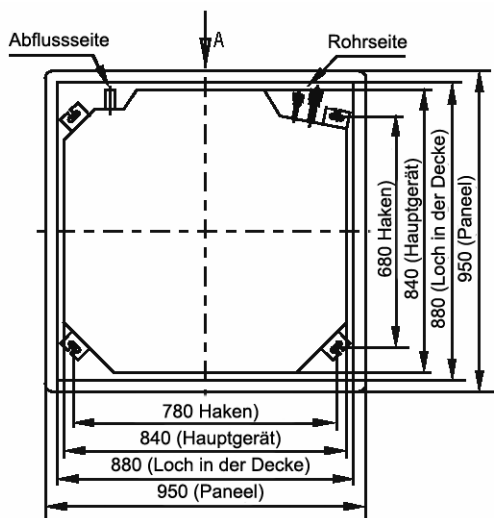

Abb. 3
- a. Öffnen Sie ein 880X880mm quadratisches Loch in Form des Installationskartons in der Decke. (S. Abbildung 3, 4)